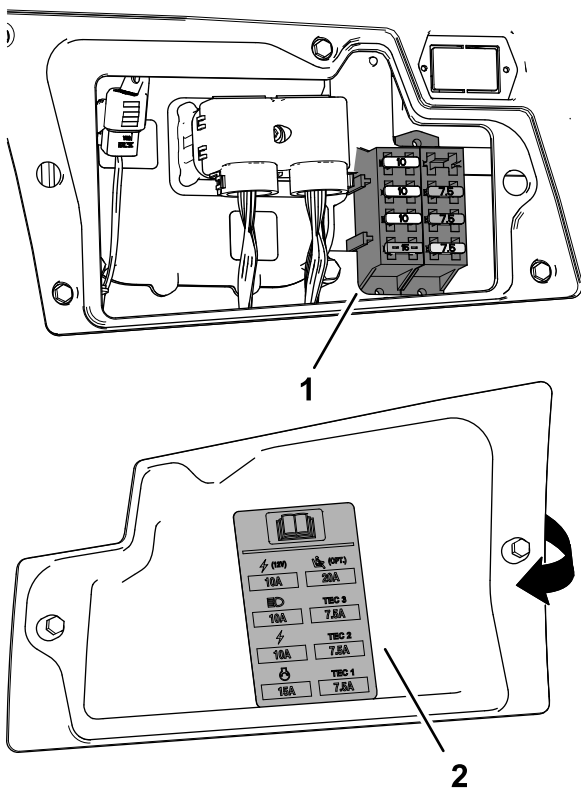

Рисунок 100
3. Замените перегоревший предохранитель (Рисунок 100) на предохранитель такого же типа и номинальной силы тока.